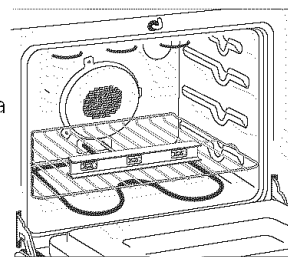

Figura 10
3. Verifique si la cocina está nivelada colocando una parrilla en el centro del horno y poniendo un nivel sobre esta (figura 10).